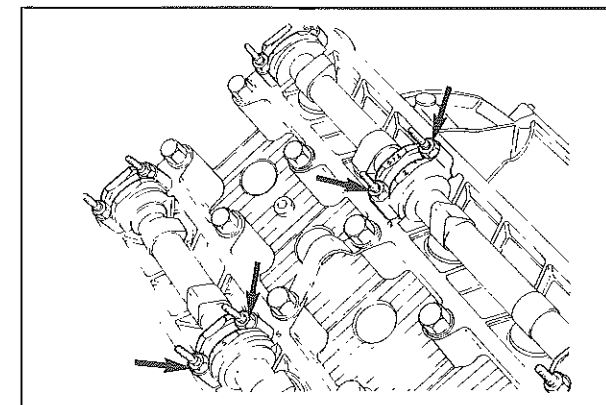
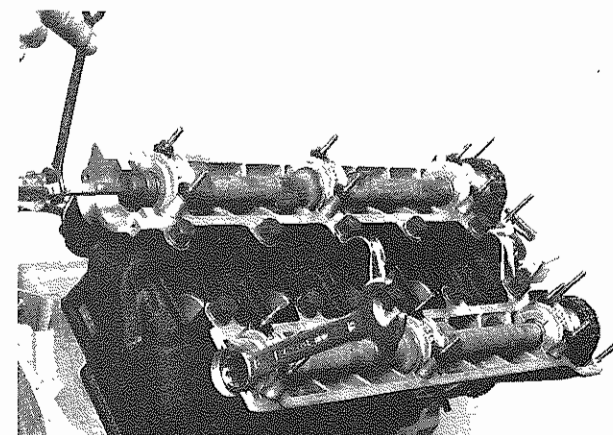

Fig. 3 - Dadi di fissaggio - Nuts
Fig. 7 - Ruotare gli assi a camme
- Controllare che i dadi di fissaggio dei supporti assi a camme siano serrati alla coppia prescritta (**Fig. 3**) (vedi pag. 1-7).
- Check that the nuts fixing camshaft support are tightened at the correct tightening torque (**Fig. 3**) (see page 1-7).
Per ruotare gli assi a camme riferirsi alla **Fig. 7**.
To rotate camshaft revert to **Fig. 7**.
- Prima del serraggio dei supporti alla coppia prescritta (vedi **Fig. 3**), porre un velo di lubrificante sulle rondelle e sulla filettatura dei prigionieri. Ruotare gli assi a camme di alcuni giri prima di verificare nuovamente il gioco (**Fig. 7**).
- Before tightening the main bearing to the given torque (see **Fig. 3**), place a lubricant layer on washers and on stud threads. Rotate camshafts for a few turns before checking the play again (**Fig. 7**).